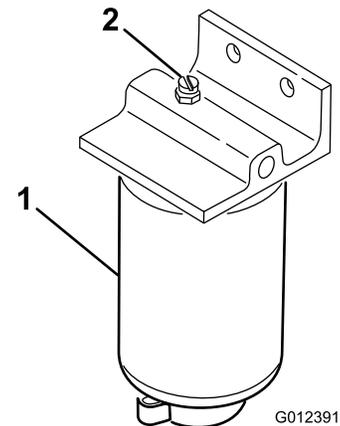

Figura 16
3. Abra el tapón de ventilación del filtro de combustible/separador de agua (Figura 16).